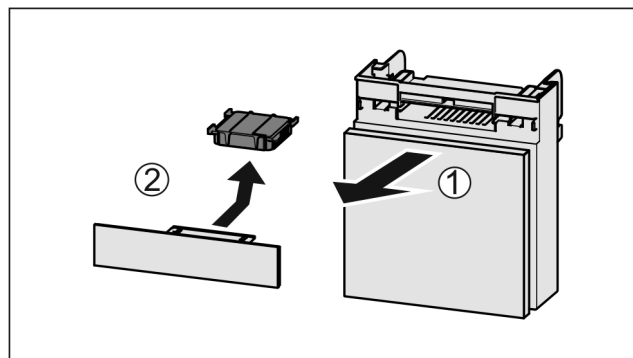

Fig. 99
- ▶ Extrageți Fig. 99 (1) compartimentul către în față.
- ▶ Scoateți Fig. 99 (2) filtrul de cărbune activ.